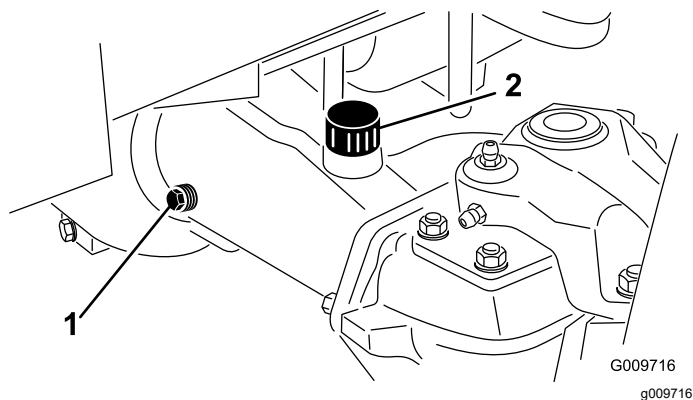

Figura 79
2. Retire o tampão de verificação de uma extremidade do eixo e certifique-se de que existe lubrificante até ao fundo do orifício (Figura 79).